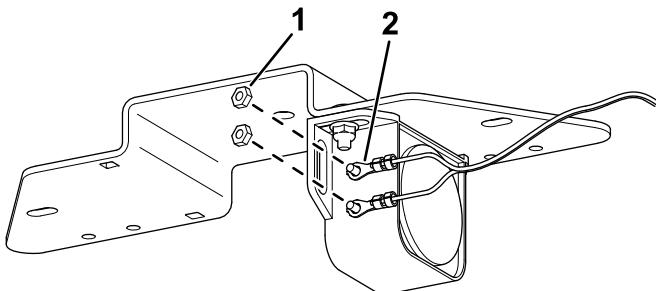

Figure 2
2. Avec les écrous existants sur l'alarme, fixez les cosses à anneau sur l'alarme (Figure 2).